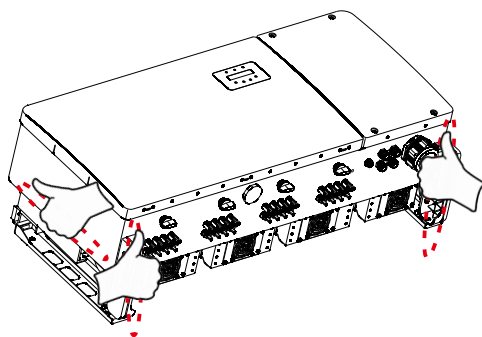

Figura 3.5 Alças do inversor
2. São necessárias duas pessoas para remover o inversor da caixa de transporte. Use as alças integradas ao dissipador de calor para remover o inversor da caixa (consulte a Figura 3.5).
O inversor pode ser montado na parede ou em um rack de matriz metálica. Os orifícios de montagem devem ser compatíveis com o tamanho do suporte ou com as dimensões mostradas na Figura 3.5.